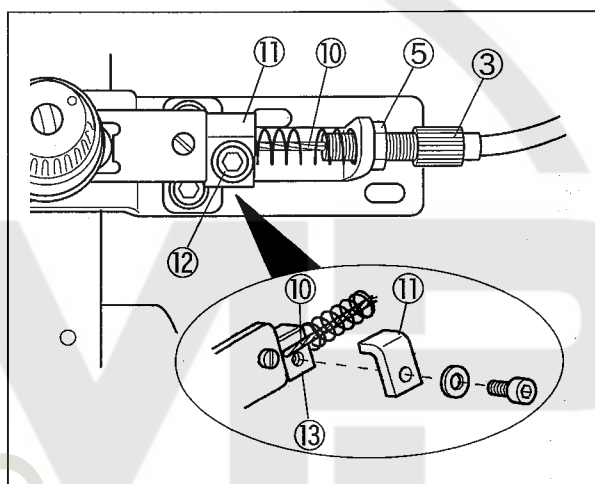

図2
4. 糸緩メ装置側(マシン前面)のワイヤガイド③にワイヤ⑩を取り付ける。(図2)